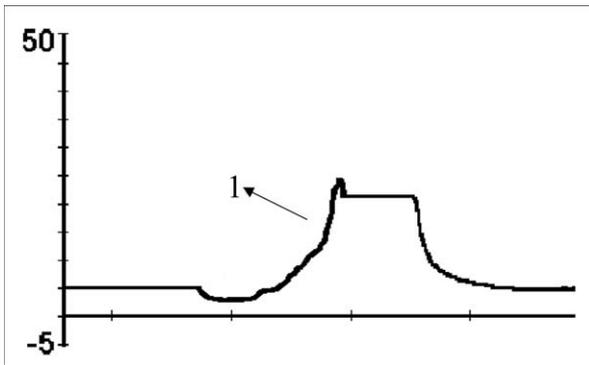

Fig. 10 Courbe de pression en fonction du temps lors d'un débit inspiratoire insuffisant chez un patient déclenchant le cycle respiratoire
- débit inspiratoire insuffisant (Fig. 10).